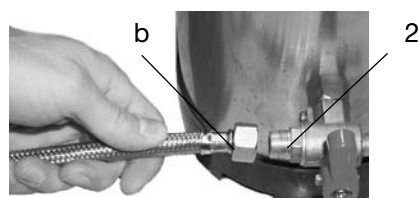

Figura 4
- 2) Ligar o tubo **b**, da aspiração da bomba interna, com a torneira **2** do depurador (figura 4).